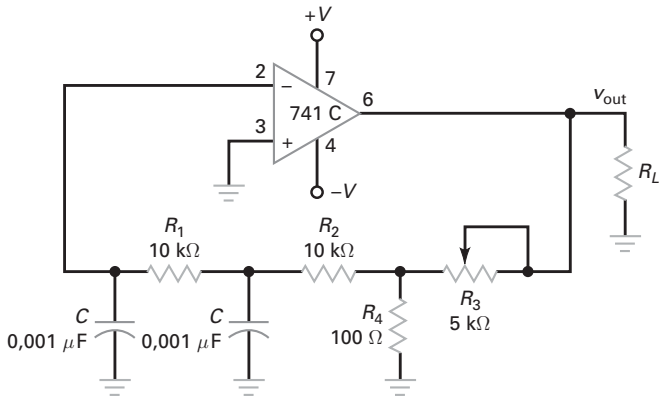

Figura 21-55
- 21-34** A Figura 21-55 mostra um oscilador de deslocamento de fase com amp-op. Se $f_{2(CL)} = 1$ kHz, qual o deslocamento de fase na malha para 15,9 kHz.